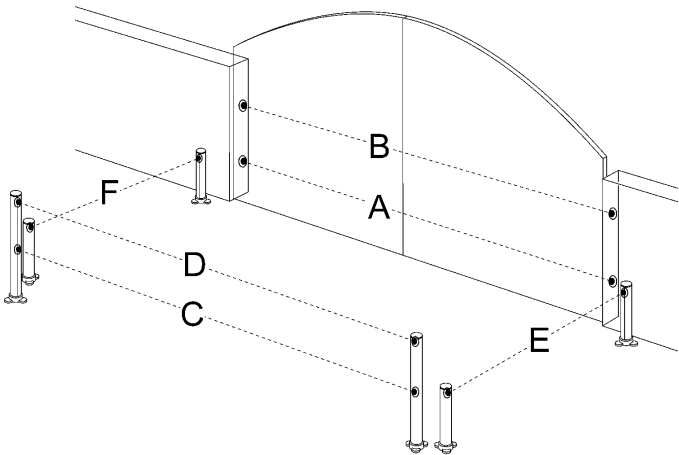
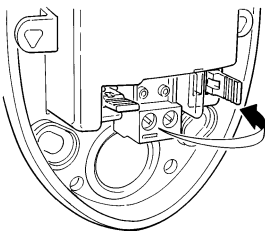

Figura 64
Figura 65
In qualsiasi momento è possibile installare ulteriori fotocellule oltre a quelle già fornite di serie con WG20. In un automatismo per cancelli a 2 ante è possibile porle secondo quanto rappresentato in Figura 64.
- 2 Individuare la posizione in cui sono installate in base alla Figura 64 ed eseguire il ponticello secondo la Tabella 11. I ponticelli non usati vanno riposti nel vano a loro riservato per poter essere riutilizzati in futuro (Figura 65).